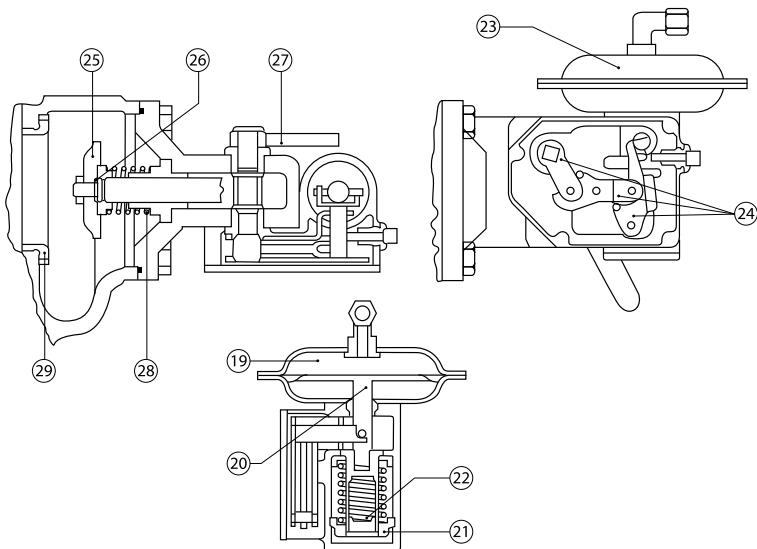

Рисунок 8 Сброс ПЗК (тип 8600)
- 9.1.2.6 Если регулятор оснащен ПЗК типа 8600 (см. Рис. 8):
1) Медленно поворачивайте рукоятку рычага сброса ПЗК (27) по часовой стрелке до открытия внутреннего байпаса (26) (см. рис. 8) Эта операция позволяет газу наполнить выходную камеру (11) и камеру (19). Выполнение данной операции можно контролировать по манометру (12).
2) После того как давление на выходе регулятора стабилизируется продолжайте поворачивать рукоятку рычага сброса ПЗК (27) по часовой стрелке до фиксации с управляющими рычагами (24). В этом положении рукоятка фиксируется;
9.1.2.6 Проверьте давление газа по манометру (12). Давление газа после регулятора должно быть в пределах, соответствующих установленному диапазону регулирования регулятора.